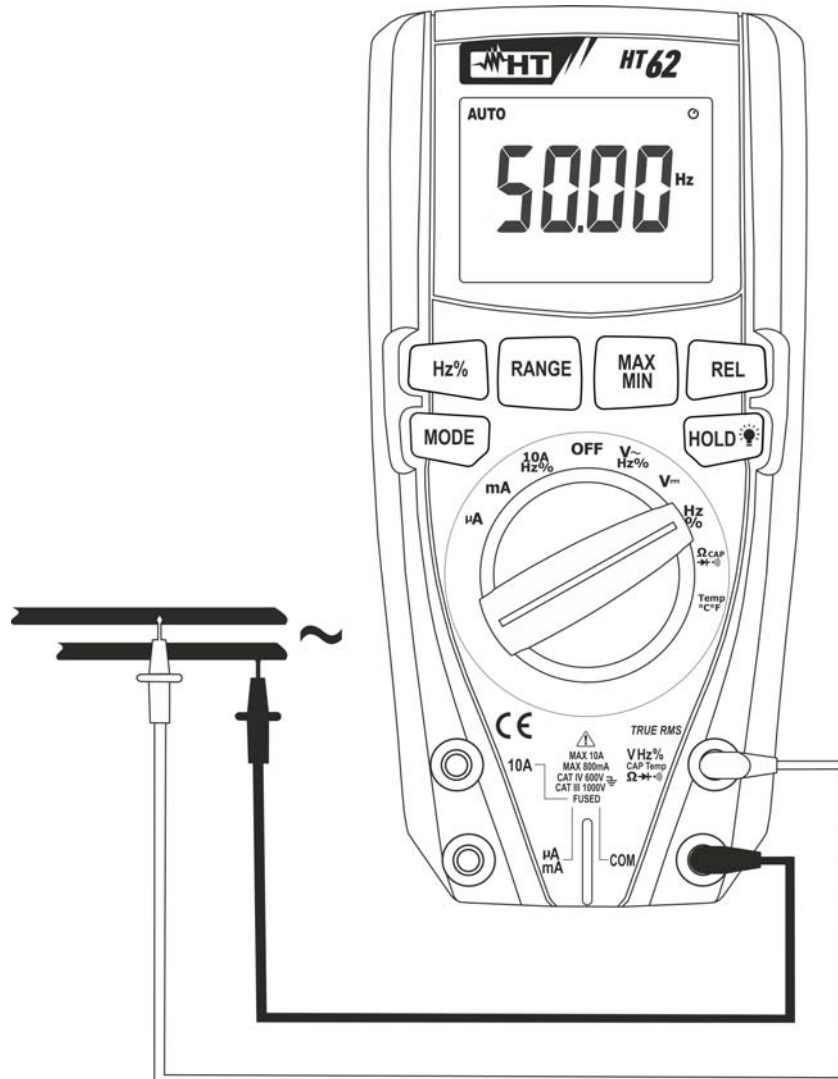

Fig. 4: Uso del instrumento para medida de Frecuencia y Duty Cycle
4. Posicione la punta roja y la punta negra respectivamente en los puntos del circuito en examen (vea Fig. 4). El valor de la frecuencia (Hz) o duty cycle (%) se muestra en pantalla. La barra gráfica no está activa en estas funciones